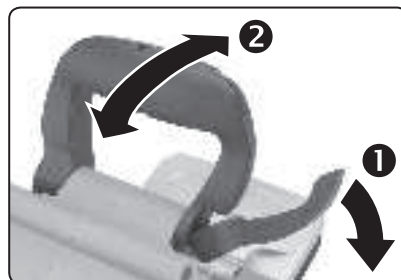

Abb. 7
- ➔ Lösen Sie den seitlichen Feststellhebel des Griffes und klappen Sie den Griff in die gewünschte Position (Abb.7). Sichern Sie den Griff mit dem Feststellhebel dann wieder in der gewünschten Position.